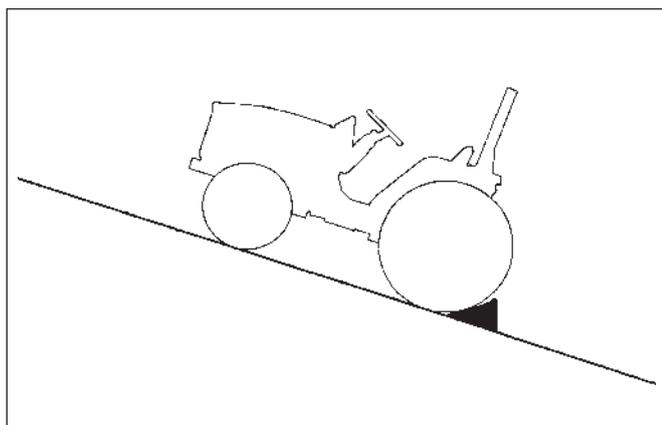

FIG. 5-13
**FIG. 5-13:** Gare toujours le tracteur sur un sol plat quand c'est possible. Si vous devez vous garer en côte, calez convenablement les roues arrière comme illustré.